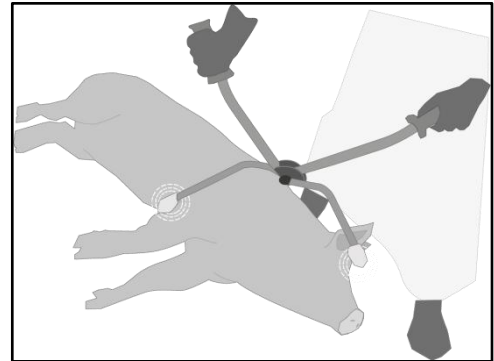

Fig. 6-4 Positions idéales pour d'application des électrodes
2. Positionner immédiatement les électrodes de la pince d'étourdissement au niveau du cœur et de la base de l'oreille de l'animal écorché (voir repères Fig. 6-4) :